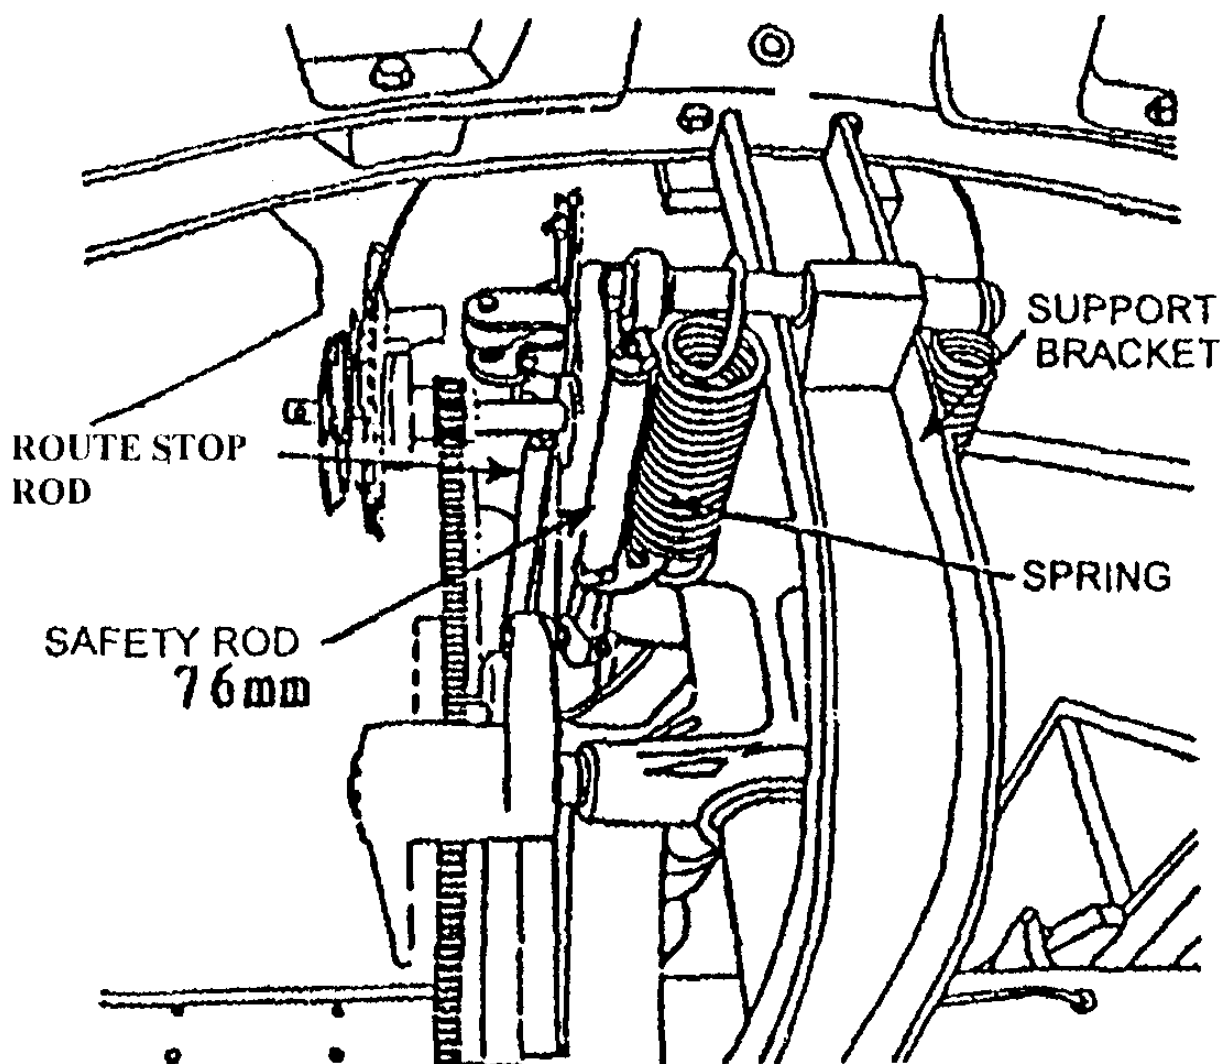

Рисунок 43
2. Проследите за тем, чтобы в нейлоновом кулачковом механизме установочные метки совпадали с метками на шестерне (рис.43).